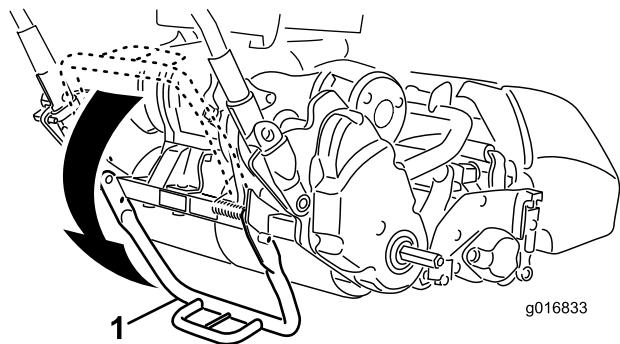

Figura 7
1. Baje el caballete presionando con el pie **en el centro de la barra**, y tire hacia arriba del manillar inferior central de la máquina hasta que el caballete haya girado hacia delante, pasando el centro del arco (**Figura 7**).